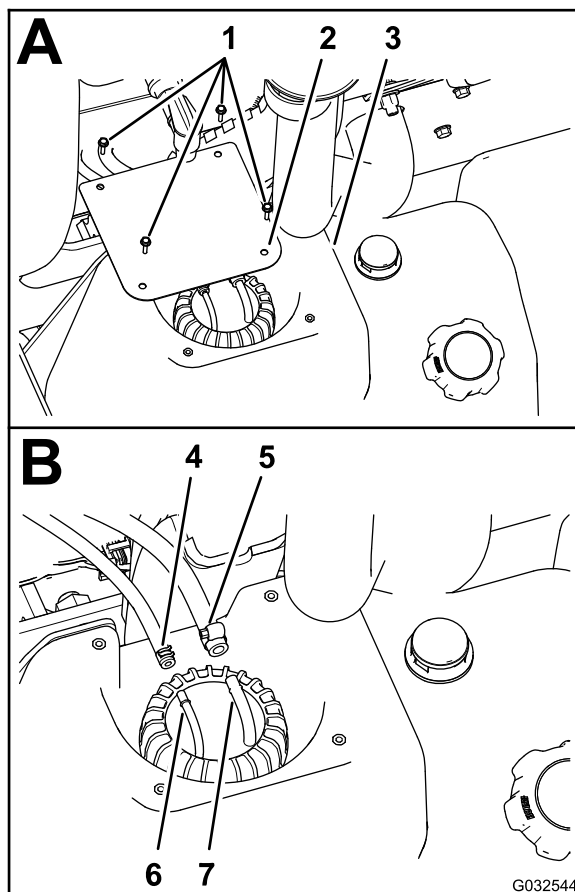

Figura 77
- Allentate i morsetti che fissano i 2 flessibili del carburante ai 2 raccordi dei flessibili nella parte superiore del gruppo raccordo tubo (Figura 77).